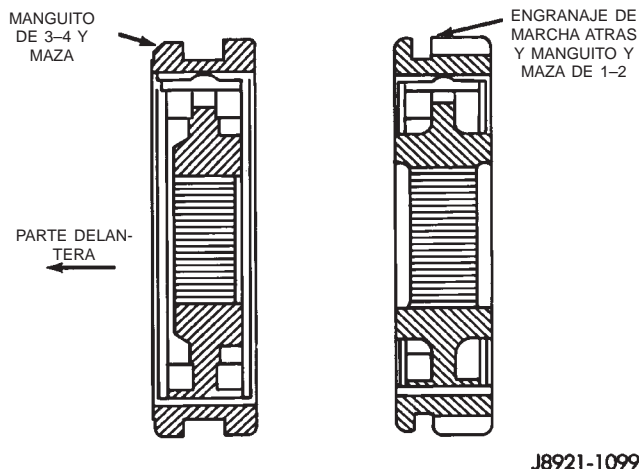

Fig. 118 Identificación de sincronizadores
(1) Durante la instalación, lubrique los componentes de la transmisión con el lubricante para engranajes especificado.
(2) Si fuese necesario, ensamble las mazas de sincronizador de 1-2 y 3-4, los manguitos, los muelles y encastres de chaveta (Fig. 118).